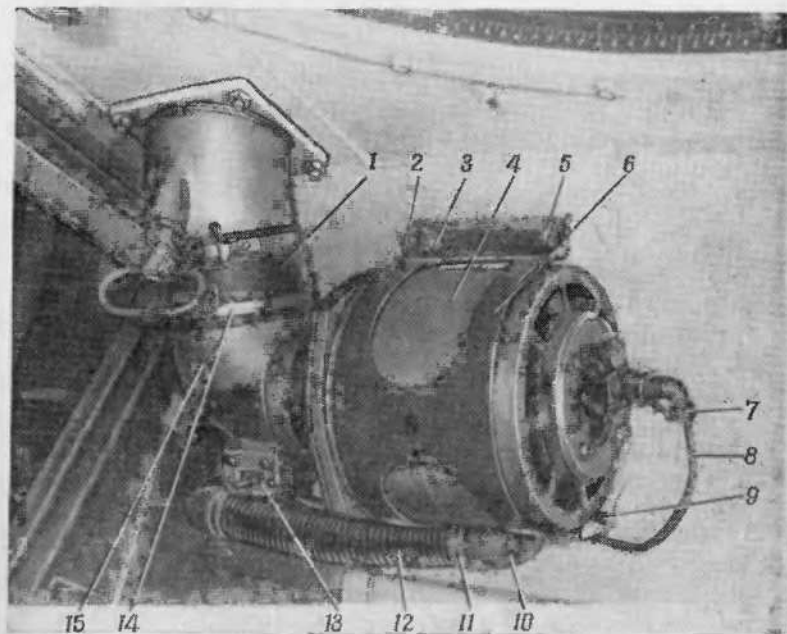

Рис. 86. Установка нагнетателя:
1. Расшплинтовать, отвернуть накидную гайку 7 (рис. 86) и отсоединить электропровод 8 от электродвигателя.